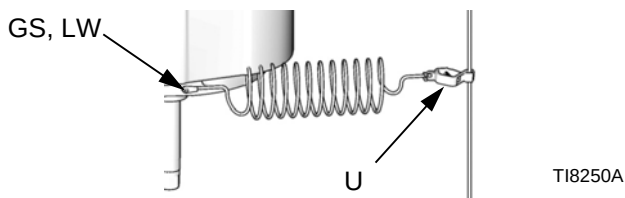

FIG. 2. Fil de mise à la terre
Pompe : utilisez le collier et le fil de mise à la terre fournis. Voir la FIG. 2. Utilisez la vis de terre (GS) et la rondelle d'arrêt (LW) pour fixer le fil de mise à la terre (U) sur l'arrière du moteur pneumatique. Serrez bien la vis. Raccordez l'autre extrémité du fil de mise à la terre à une véritable prise de terre.